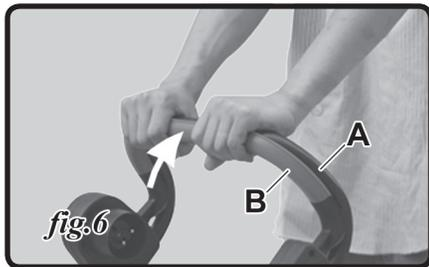

fig.6
2. Tirez l'interrupteur de verrouillage (B, fig.6) vers vous et attrapez la poignée (A, fig.6) fermement avec les deux mains et la machine est démarrée. la machine peut seulement être démarrée en appuyant sur le bouton du commutateur d'abord, suivi de l'interrupteur de verrouillage. L'opération d'inversion ne peut pas mettre en marche la machine.